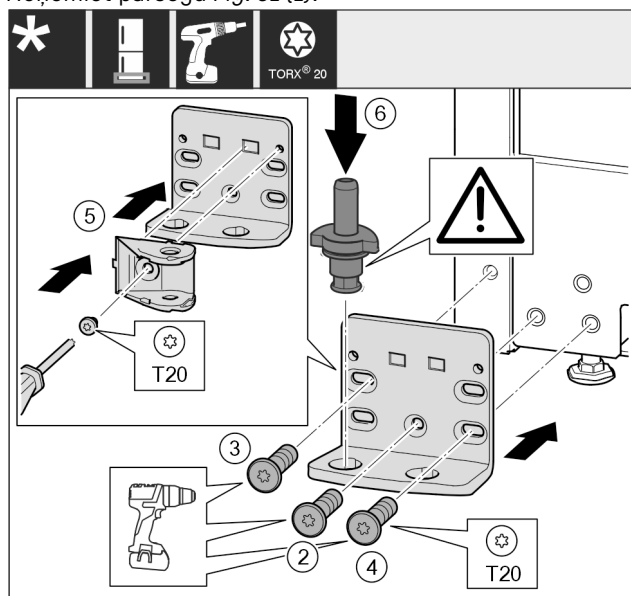

Fig. 32
- ▶ Pielieciet gultņa balstu otrā pusē un pieskrūvējiet, izmantojot skrūvgriezi. Sāciet apakšā pa vidu ar skrūvi Fig. 32 (2).
- ▶ Pieskrūvējiet skrūvi Fig. 32 (3) un skrūvi Fig. 32 (4).
- ▶ Pagrieziet durvju amortizatora savienojumu Fig. 32 (5) par 180°. Pieskrūvējiet ar skrūvgriezi gultņa balsta otrajā pusē.
- ▶ Pilnīgi ievietojiet gultņa tapu Fig. 32 (6). Uzmaniet, lai fiksācijas izcilnis būtu vērsts virzienā uz aizmuguri.